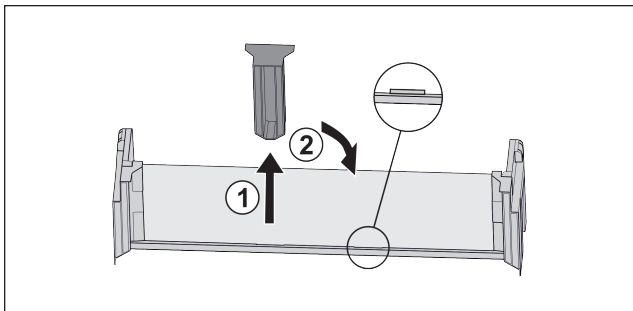

Fig. 114
- ▶ Retirar la pieza de sujeción central Fig. 114 (1).
- ▶ Colocar la pieza de sujeción central en la segunda posición Fig. 114 (2).